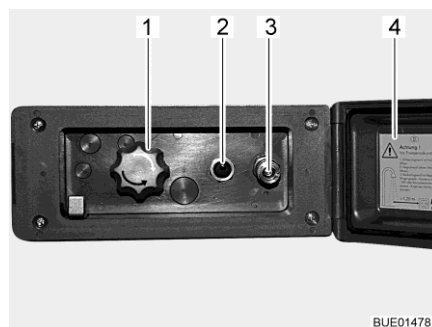

Fig. 166 Branchement de la douche extérieur
- Déverrouiller et ouvrir le couvercle (Fig. 166,4).
- Brancher le flexible de la douche extérieure sur la fermeture rapide (Fig. 166,3).
- Allumer la pompe à eau avec le commutateur (Fig. 166,2).
- Régler la température de l'eau selon ses désirs avec le bouton rotatif (Fig. 166,1).
- Éteindre la pompe à eau avec le commutateur (Fig. 166,2).
- Fermer le couvercle (Fig. 166,4) et verrouiller avec la clé.
- Placer le bouton rotatif (Fig. 166,1) sur la position intermédiaire.